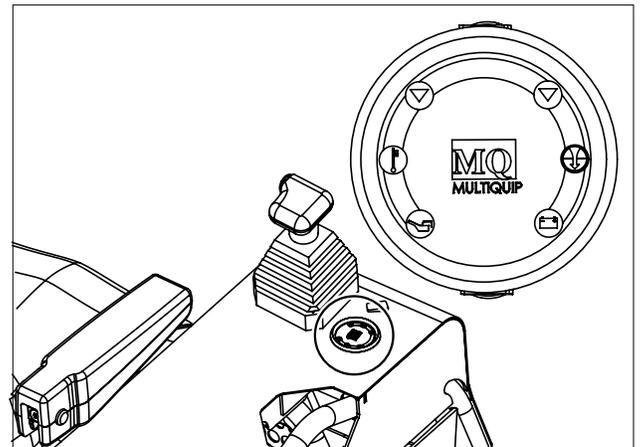

Figura 10. Spie olio e carica
5. Girare la chiave in senso orario fino alla posizione "start": Le spie dell'**olio** e di **carica**, (figura 10) devono essere accese.